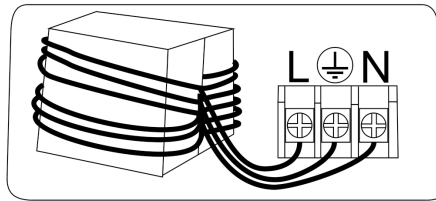

Fig. 5
- Wenn das Gerät an ein unterputzliegendes Kabel angeschlossen wird, entfernen Sie zuerst die Schraube (8) (Fig. 2) von der unteren Abdeckung des Geräts (5) und entfernen Sie dann das Originalkabel aus dem Inneren des Geräts. Das Unterputzkabel aus der Wand muss in das Gerät eingeführt und nach 4 Umwicklungen des Ferrits an die entsprechenden Klemmen (L (braun), N (blau) und Masse  (gelb - grün) gemäß Fig. 5 angeschlossen werden. Die untere Abdeckung des Geräts (5) wieder montieren.